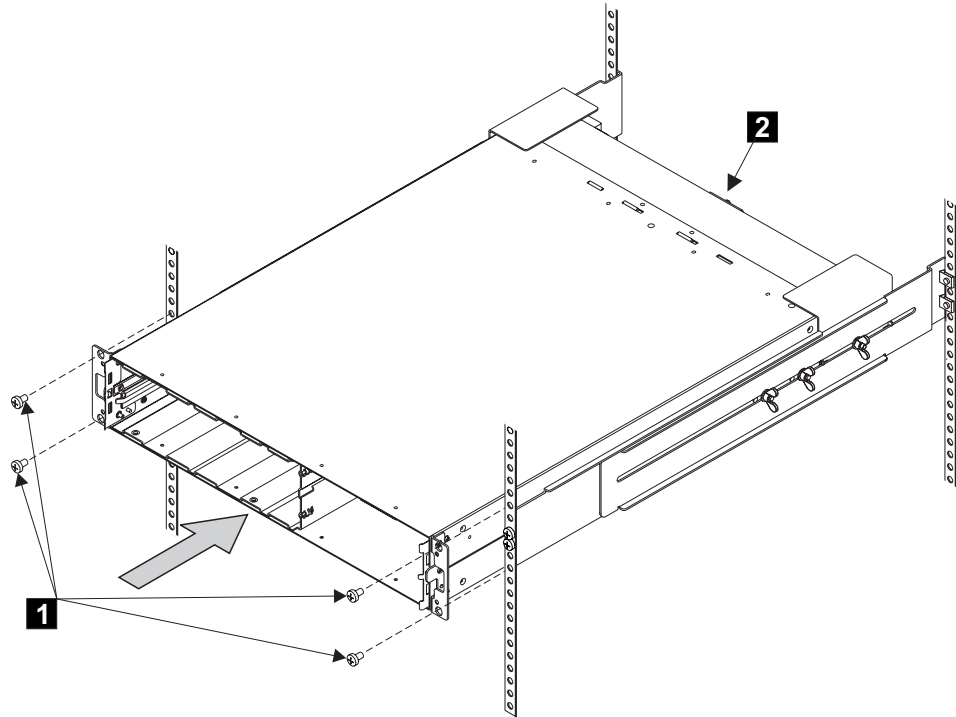

図 30. ラックへの 2145 UPS の取り付け
6. 前面の平頭ねじ **1** を、63 ページの図 30 に示すように取り付けます。